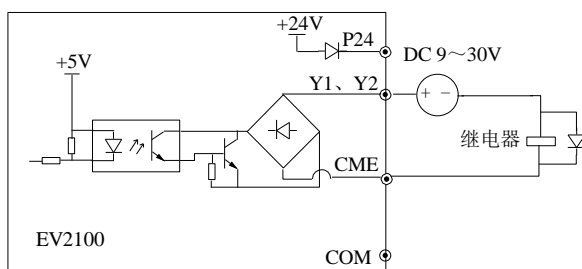

图3-28 多功能输出端子接线方式2
②多功能输出端子Y1、Y2也可使用外部电源，9~30V，接线方式请参见图3-28。